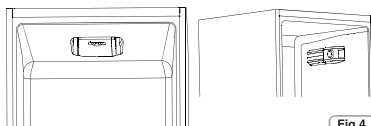

Fig.4
• Le groupe thermostat pour le contrôle de l'appareil est situé à l'intérieur de la cellule frigorifique (fig.4). Tourner le bouton du thermostat au-delà de la position "0". La lumière s'allume quand on ouvre la porte du réfrigérateur. Si on positionne le bouton sur "0" on éteint complètement l'appareil.